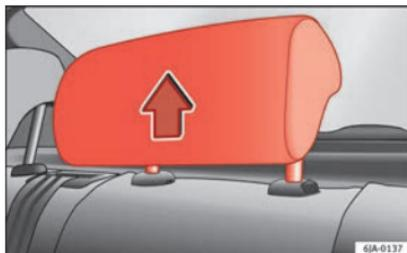

Fig. 74 Poggiatesta in posizione di utilizzo.
- Tre posizioni di **utilizzo** » **fig. 74**. In queste posizioni il poggiatesta agisce come un poggiatesta convenzionale, assumendo, assieme alla cintura di sicurezza, una funzione di protezione per i passeggeri dei sedili posteriori.